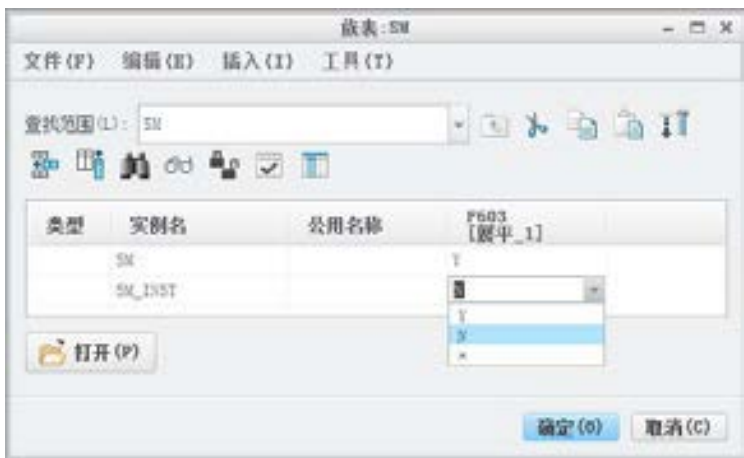

图 10.2.6 “族表 SM”对话框
Step3. 增加族表的行。在“族表 SM”对话框中，选择下拉菜单 **插入(I)**  **实例行(R)** 命令，系统立即添加新的一行，如图 10.2.6 所示，单击*号栏，将*号改成 N，这样在 SM_INST 实例中就不显示展平特征。